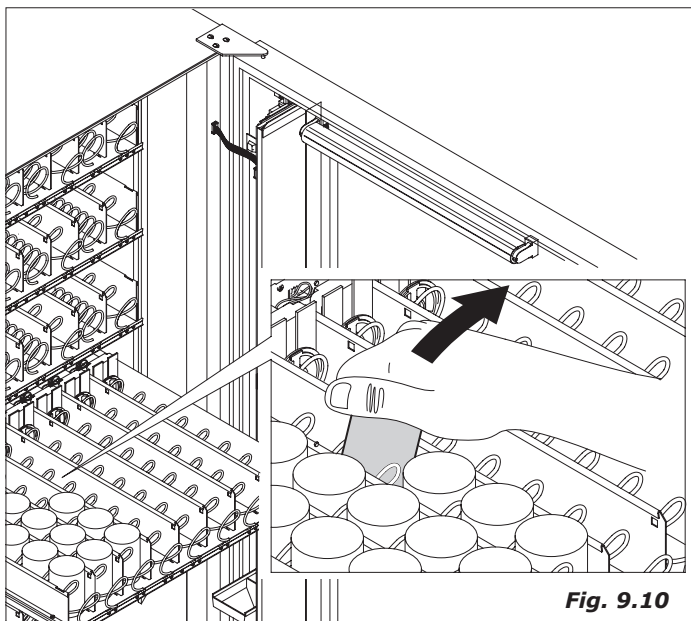

Fig. 9.10
- esvaziar completamente as gavetas (Fig. 9.10)